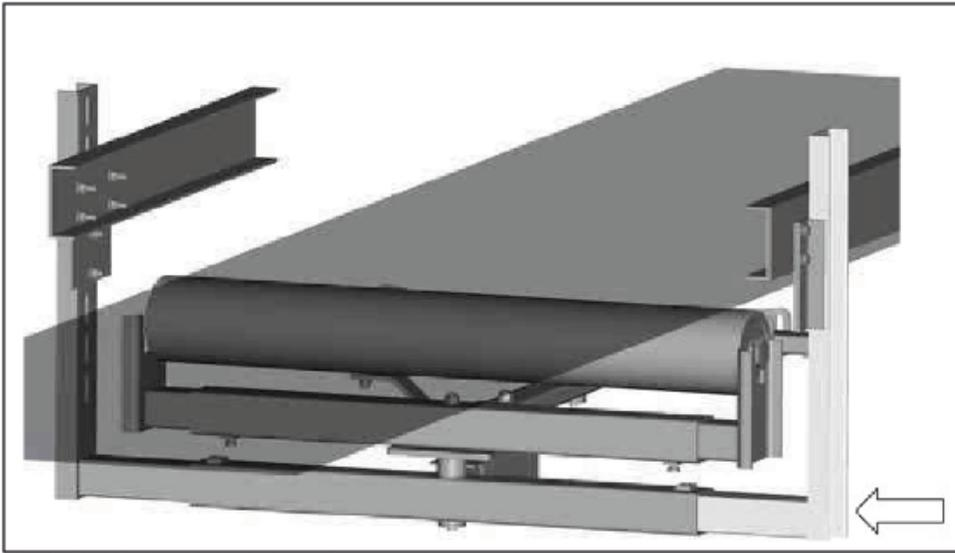

Fig. 9: Colocación del marco de instalación en el lado del operador
10. Coloque el marco de instalación en el lado del operador (Fig. 9).